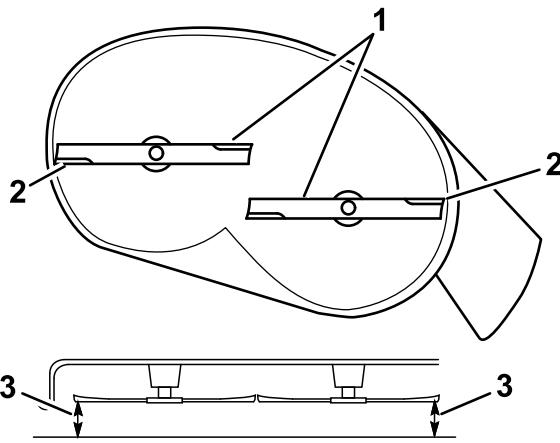
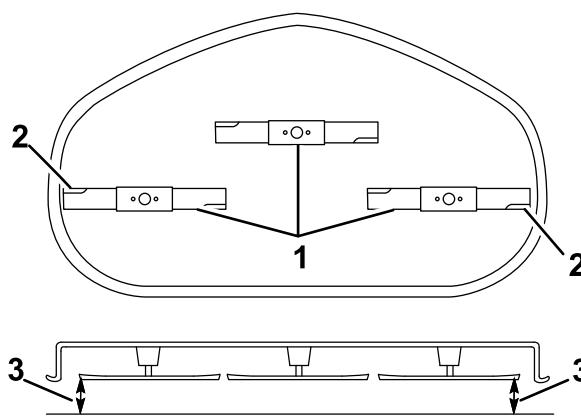

Figure 62
Figure 63
5. Mesurez la distance entre les tranchants extérieurs et la surface plane (Figure 62 et Figure 63).